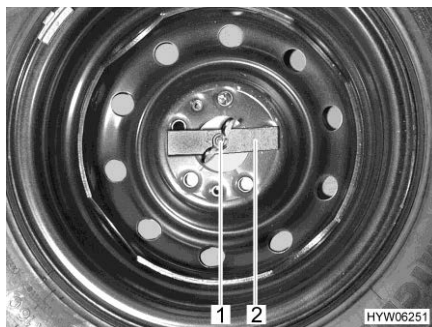

Fig. 217 Ruota di scorta nel gavone di coda
- Svitare manualmente il dado ad alette (Fig. 217,1) e rimuoverlo.
- Rimuovere la barretta di compressione (Fig. 217,2).